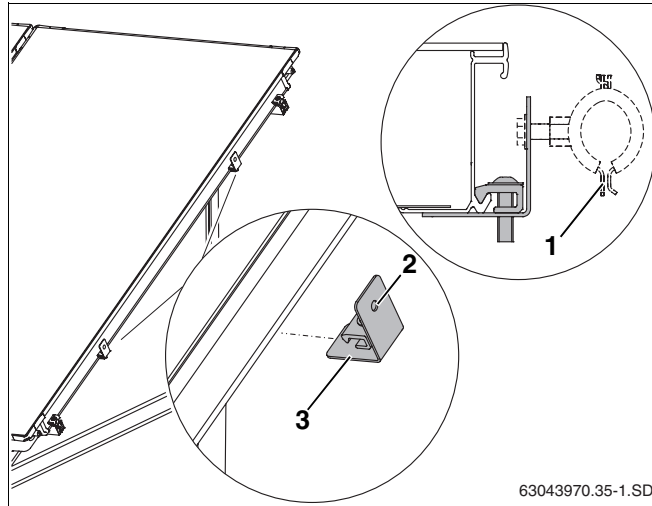

Fig. 55 Fijación del soporte al marco del colector
Recomendamos el uso de abrazaderas comunes (fig. 55, **pos. 1**) para la fijación de tubos colectores a la rosca M8 del soporte (fig. 55, **pos. 2**).
- ▶ Introduzca el soporte (fig. 55, **pos. 3**) en el marco del colector y apriete el tornillo con la llave SW5.